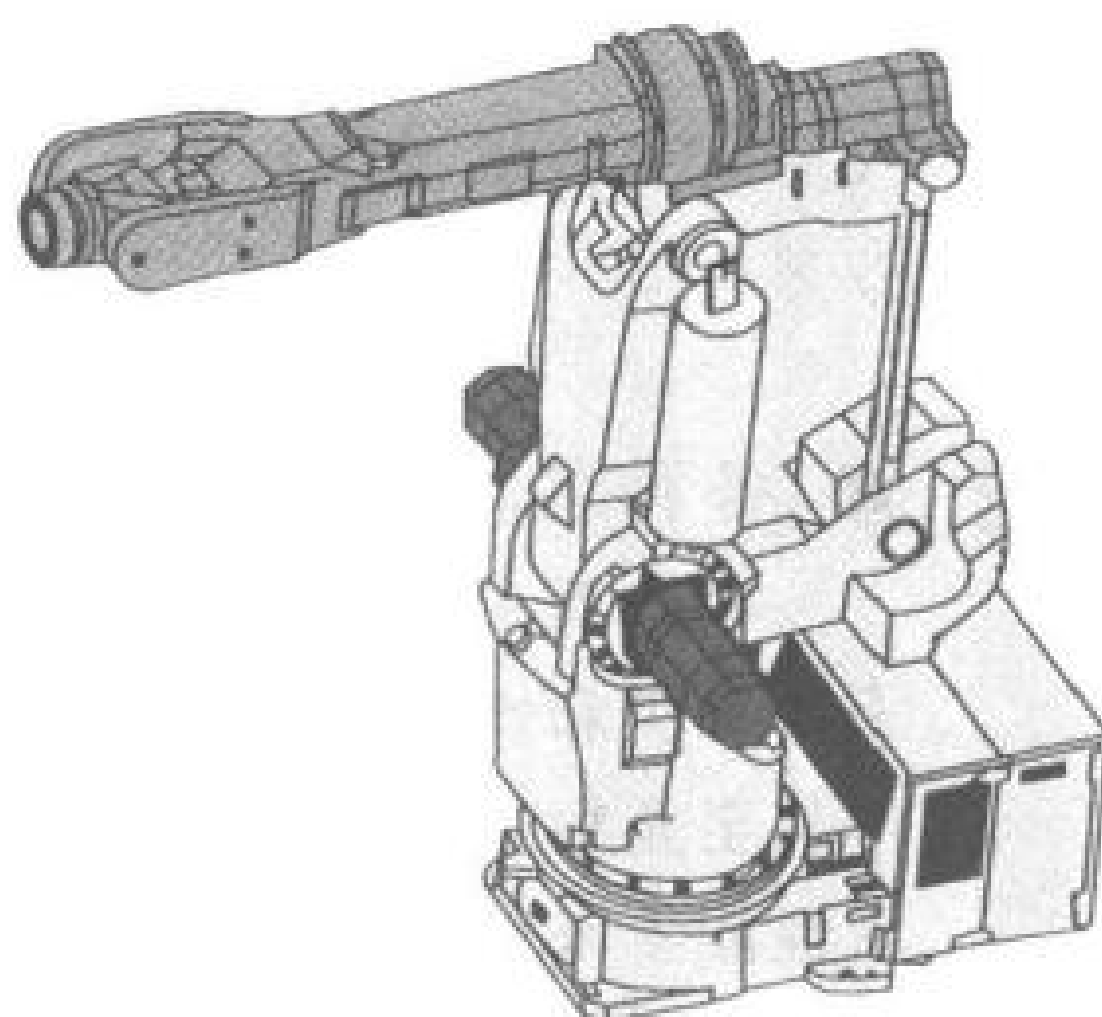

图 7.64 摇臂式机器人
② 摇臂机器人 它安装了相当于人腕臂等动作的构件,然后再根据安装在腕臂前端的零部件特性来决定其用途。如生产汽车的工厂里,组装、焊接、喷漆等很多工作都使用了机器人,从而使生产实现了自动化。又如加工位置是由机器人摇臂的伸缩和间接的移动来实现的(图 7.64)。